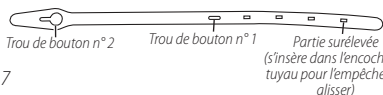

Fig. 17
39. Enroulez la sangle **10** **Fig. 17** autour du tuyau **12** en alignant les parties surélevées à l'arrière de la sangle **10** dans une encoche sur le tuyau. **Fig. 18**.